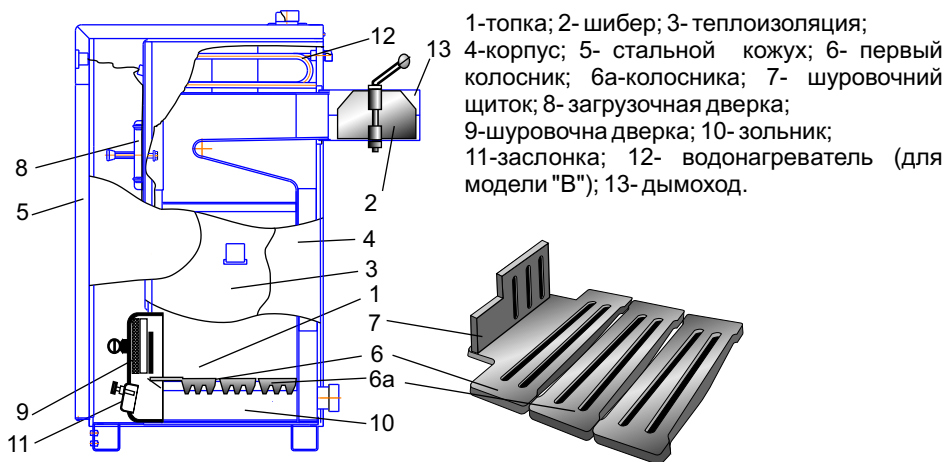

Рис. 4 Котел отопительный водогрейный стальной "Березка", "В" при работе на твердом топливе
- для котлов, которые работают на твердом топливе - лист бумаги необходимо поднять к открытой заслонке (рис.4 поз.11).
Строение котла при работе на твердом топливе существенно не отличается от строения котла при работе на природном газе и изображенная на (рис.4). В нижней части корпуса котла при работе на твердом топливе установленные шуровочные дверца (поз. 9) с заслонкой (поз. 11), колосники (поз. 6, 6а), шуровочный щиток (поз.7). В газоходе котла размещенный шибер (поз.2). Перегородка, (поз. 2, рис.1), и турбулизаторы (поз.8, рис. 1) должны быть сняты.
е) конец дымохода котла не должен выступать за стену канала дымохода см. рис.4.
а) полностью открыть шибер (поз.2 рис.4) и заслонку (поз.11 рис.4) подачи воздуха под колосники.